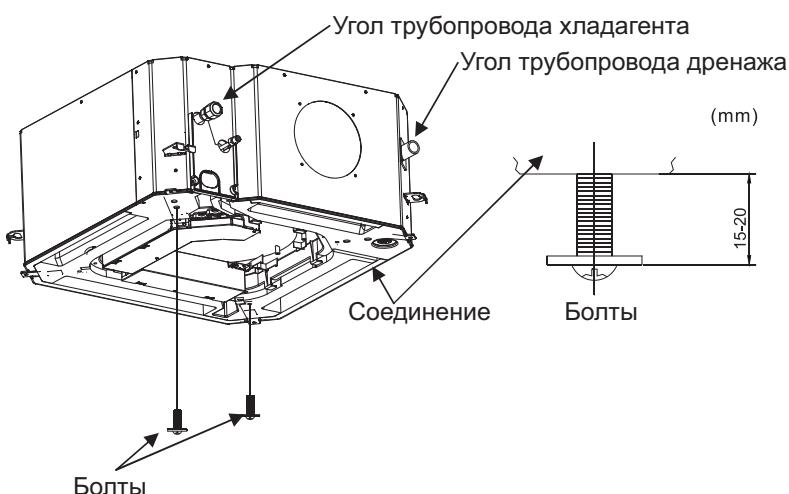

Рис. 24
- Установить два болта (принадлежности) на главный блок (угол со стороны трубопровода хладагента и противоположный). Подробности можно найти на рис. 24. Оставить примерно 15 – 20 мм болта незавёрнутыми для того, чтобы панель висела на нём свободно.